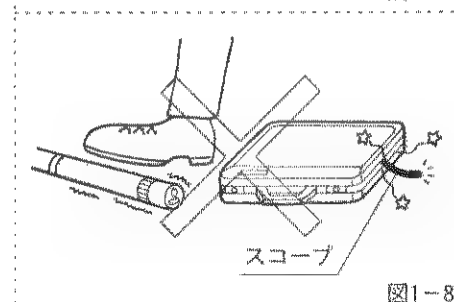

図1-8
⑯ 挿入部をキャリングケースの上ふたではさんだり、足でふまないように注意してください。(図1-8)